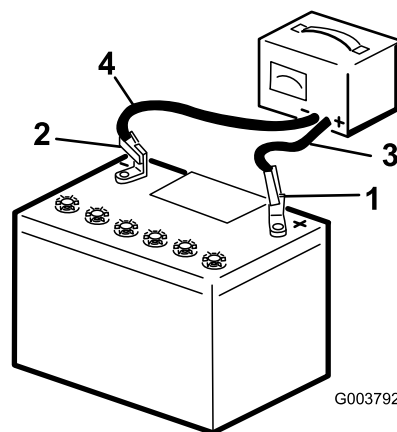

Figura 81
3. Collegate il cavo di ricarica positivo al polo positivo della batteria (Figura 81).
4. Collegate il cavo di ricarica negativo al polo negativo della batteria (Figura 81).
6. Quando la batteria è completamente carica, staccate il caricabatterie dalla presa elettrica e scollegate i cavi di ricarica dai poli della batteria (Figura 81).